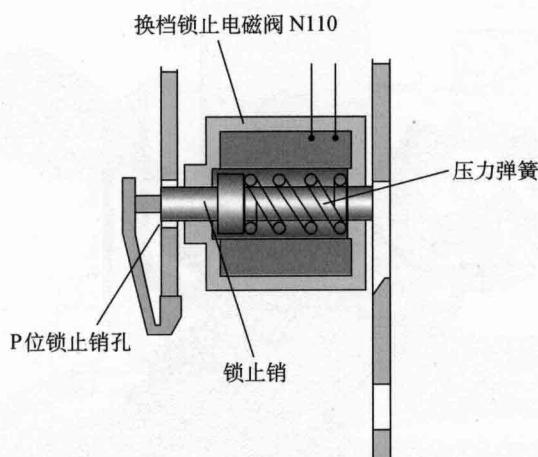

图2-4 P位锁止
① 变速杆在P位锁止：当变速杆在P位时，弹簧使锁止销插入P位锁止销孔，这可以防止变速杆意外换档，如图2-4所示。